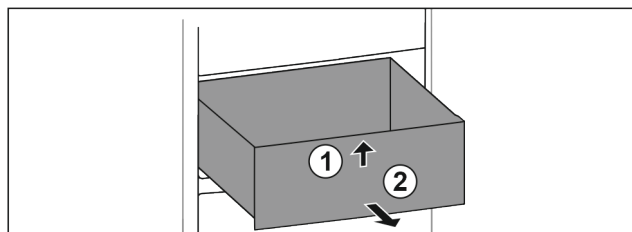

Fig. 30
- Nadvihnite zásuvku vpredu. Fig. 30 (1)
- Odoberte zásuvku dopredu. Fig. 30 (2)